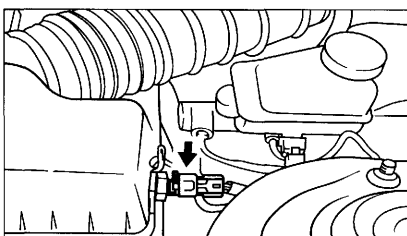

Рис. 6. Датчик температуры поступающего воздуха
– датчик температуры поступающего воздуха (рис. 6) сделан на базе терморезистора